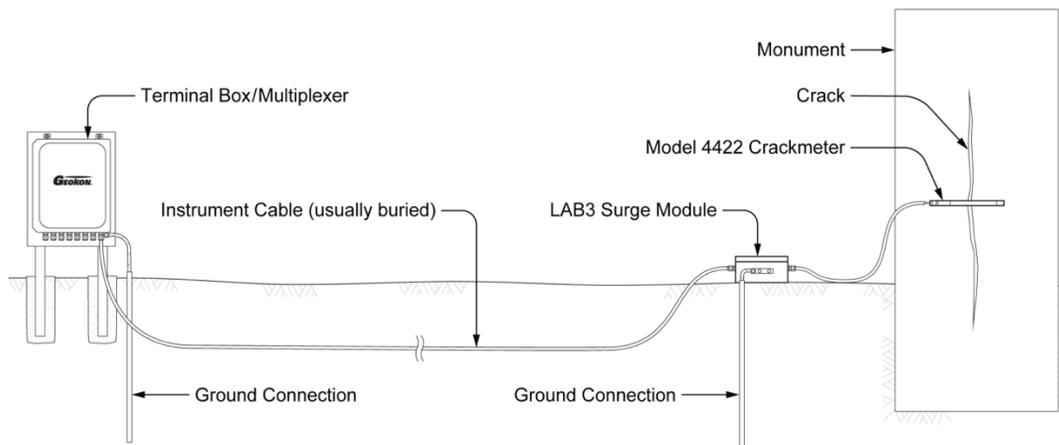

Figura 3 - Esquema de protección contra rayos
- Los tableros pararrayos y las carcasas también están disponibles en Geokon. Estas unidades se instalan en donde los cables del instrumento salen hacia la estructura bajo monitoreo. La carcasa cuenta con una parte superior que se puede retirar para permitir al cliente dar servicio a los componentes o reemplazar el tablero en caso de que la unidad fuera dañada por un rayo. Se hace una conexión entre la carcasa y la conexión a tierra para facilitar el paso de los transientes lejos del transductor de desplazamiento. Ver Figura 3.